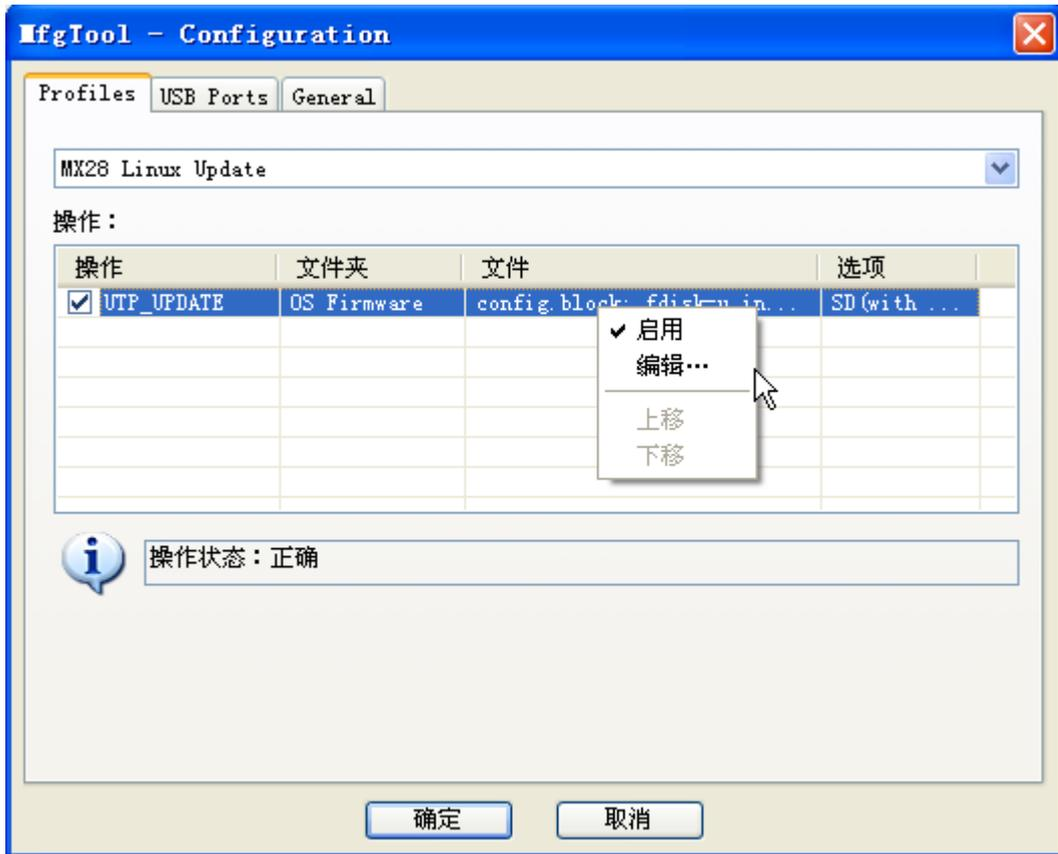

图 3.1 Profiles 标签
3. 点击MfgTool菜单中的“Options”选择“Configuration...”, 在“Profiles”标签的操作列表中鼠标右键点击“UTP_UPDATE”, 在弹出的菜单中选择“编辑”, 如图 3.1所示;